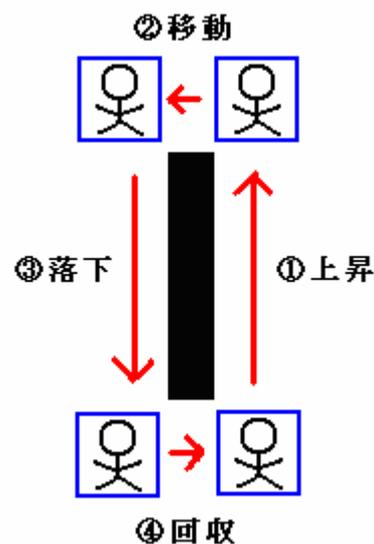

図2
1. で説明したように、遊園地にある実際のフリーフォールとは違って私たちの作品は図2のような運動をする。それぞれの矢印の運動を上昇、移動、落下、回収とし、ボックスはこれら4つの運動を経て1周する。